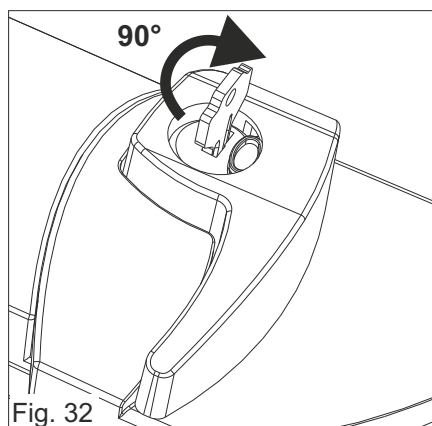

Fig. 32
- 2) Insérez la clé de déverrouillage et tournez-la à 90° dans le sens des aiguilles d'une montre (Fig. 32)